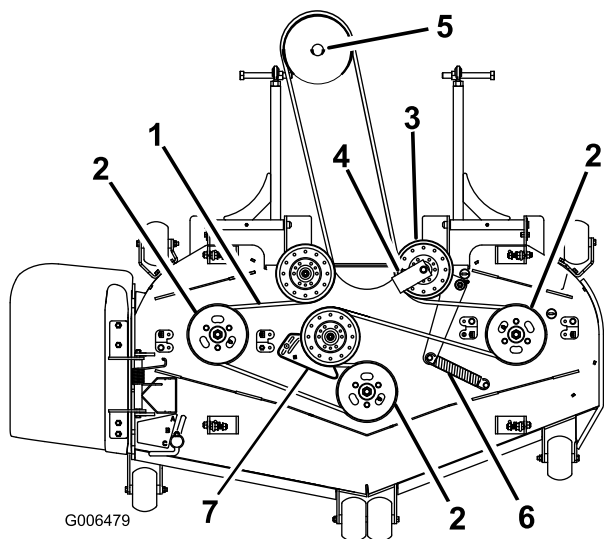

Figura 87
7. Retire a guia da correia na polia intermédia com mola que se mostra na Figura 87.
9. Instale a nova correia em torno das polias do cortador e da polia da caixa de velocidades sob o motor (Figura 87).
10. Instale a guia da correia no tambor falso de mola a um ângulo de 45 graus, conforme ilustrado na Figura 87. Aperte o parafuso com 37 a 45 N·m.
11. Instale a mola do tambor falso nas 2 colunas (Figura 87).